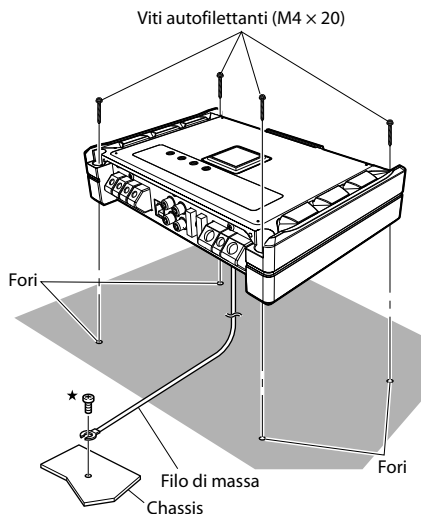

Fig. 3
6. Tenete il PDR-M65/PDR-F50 appoggiato ai fori delle viti e fissatelo con quattro viti autofilettanti. (Fig. 3)